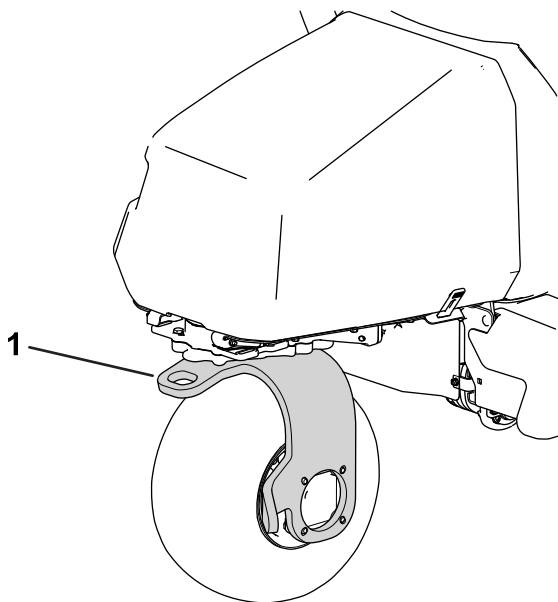

Figure 34
13. Utilisez la fourche de la roue pivotante arrière pour remorquer la machine (Figure 34).